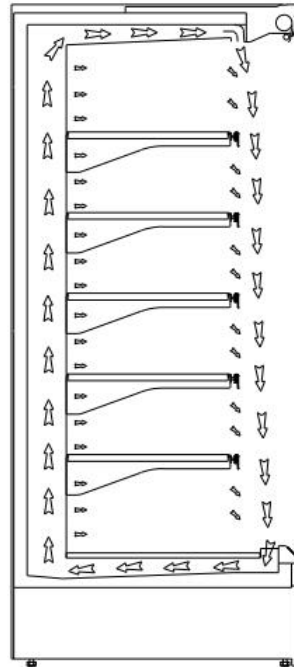

Abb. 2.6.3
- Das Produkt so unterbringen, dass zwischen den Packungen genügend Platz für die Luftzirkulation bleibt. Das Produkt gleichmäßig auf der Ausstellungsfläche verteilen, damit die Luft innen richtig zirkulieren kann und die Leistungen nicht beeinträchtigt werden (Abb. 2.6.3).